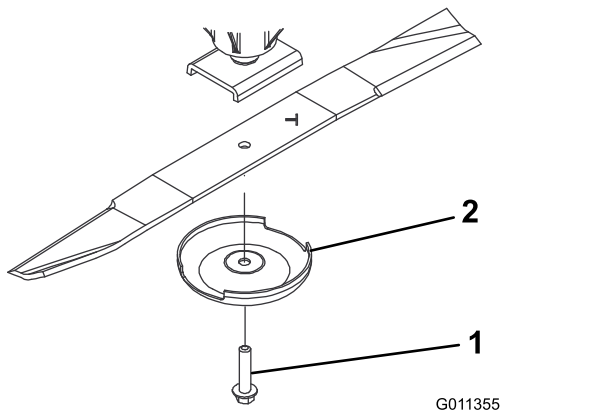

Figure 93
3. Enlevez le boulon, la coupelle de protection et la lame de l'axe de pivot (**Figure 93**).